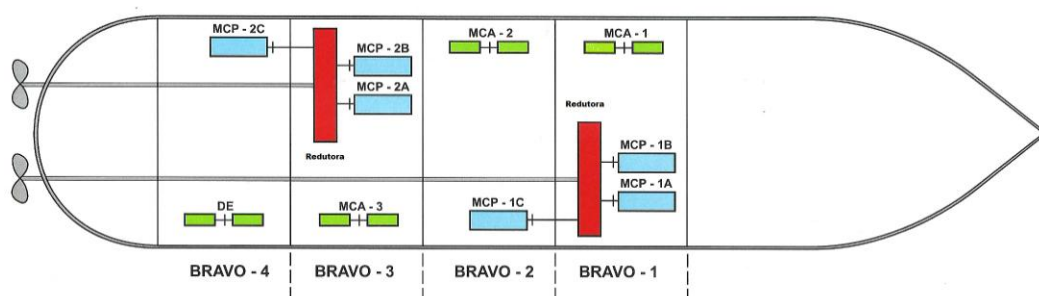

Figura 2.1.1 - Motores diesel na propulsão e na geração de eletricidade.
A grande maioria das unidades mercantes costuma apresentar o seu sistema de propulsão movimentado por um ou mais motores diesel (MCPs), sendo também utilizados na movimentação de geradores de eletricidade (MCAs). A figura 2.1.1 mostra o sistema propulsor de um navio possuidor de seis motores diesel propulsores (MCPs), três em cada eixo propulsor, e a geração de eletricidade a cargo de outros quatro motores diesel, sendo três MCAs e um diesel de emergência (DE), todos distribuídos em quatro praças de máquinas.